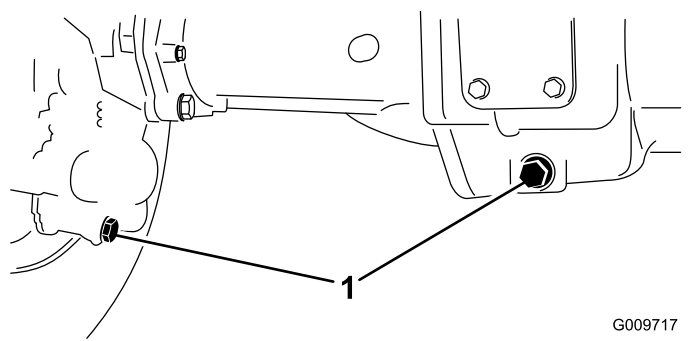

Figure 106
2. Nettoyez la surface autour des 3 bouchons de vidange, 1 à chaque extrémité et 1 au centre (Figure 106).